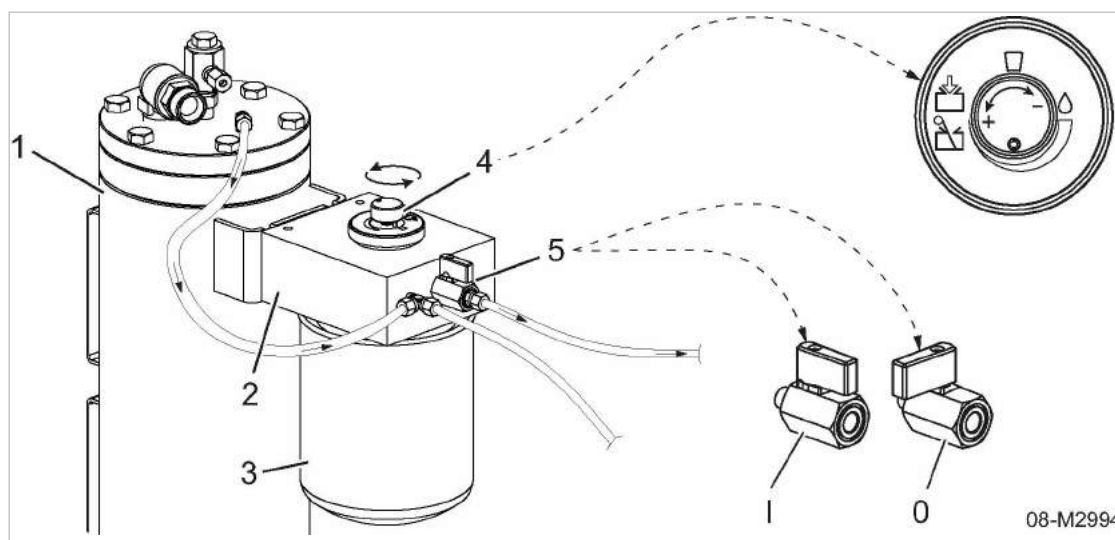

Fig. 28 Olienevelaar instellen
- Open het afsluitventiel ⑤, zie afbeelding 28.